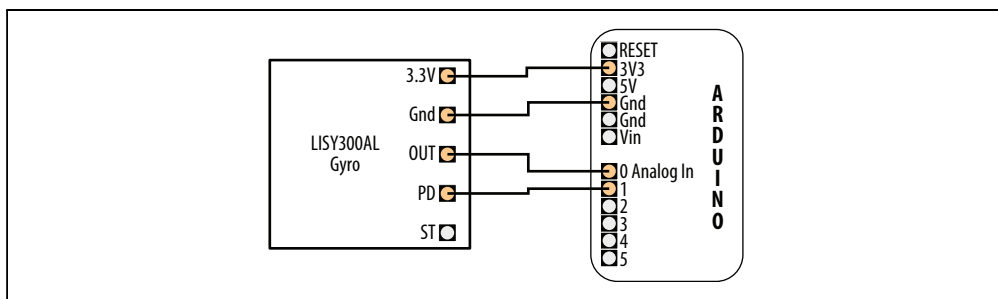

Abbildung 6-18: Anschluss des LISY3000AL-Gyroskops
Die alte Auflage hat das LISY300AL-Gyroskop genutzt, das nur noch schwer zu bekommen ist. Sollten Sie noch eins besitzen, können Sie den gleichen Sketch wie oben verwenden, wenn Sie den Power Down-Pin (PD) mit Masse verbinden. Oder, noch besser, Sie schließen den PD-Pin an einen Arduino-Pin an, damit Sie das Gyroskop aus dem Sketch heraus ein- und ausschalten können. Abbildung 6-18 zeigt den Anschluss des LISY3000AL.